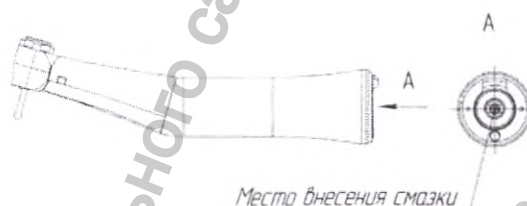

Рис. 5 Место внесения смазки
- 2) Смазать наконечник сервисным маслом типа KAVO Spray, либо другим аналогичным сервисным маслом, рекомендованным производителями масла для стоматологических наконечников. Смазку производить закапыванием 5-6 капель масла или спреем, как указано на рис. 5.